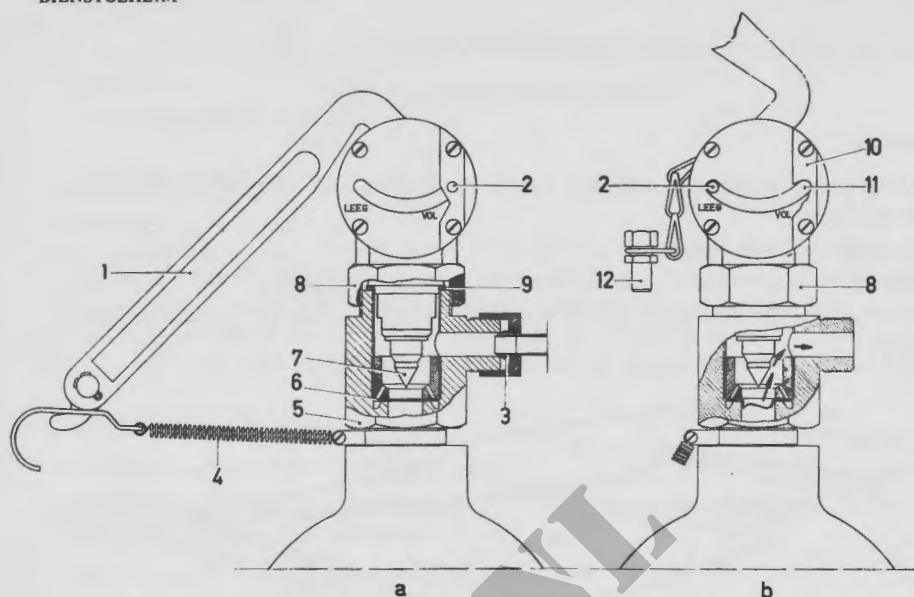

Fig. 59. Kop van de CO2-cilinders van de vaste brandblusinstallatie
- a. *De veiligheidsschroef* (fig 59 nr 11)
- 1-in steeksleutels (2)
- (1) Schroef de veiligheidsschroef in de achterzijde van de indicateurpen, haak de veiligheidsveer los en verwijder de klok van de cylinder, door de bovenste wartelmoer los te draaien (fig 59 nr 8) (1-in steeksleutel). Zorg er hierbij voor, dat de zeskante moer die er onder zit, niet meedraait (5). **PROBEER NOOIT DEZE ONDERSTE MOER LOS TE DRAAIEN.** Deze is nl direct in de cylinder geschroefd.
- (2) Verwijder de veiligheidsschroef (11) en het verzegelingsplaatje en beweeg de hefboom, om de werking van het inslagmechanisme te controleren.
- (3) Monteer het verzegelingsplaatje (zo nodig vernieuwen) en plaats de veiligheidsschroef.
- (4) Controleer het afsluitplaatje (looplamp). Wanneer het plaatje ook maar de geringste tekenen van beschadiging vertoont, of zelfs maar het kleinste deukje, moet de cylinder uit het voertuig worden genomen en gewogen (par 328). Dit is de enige manier waarop gecontroleerd kan worden of de cylinder intact is en niet door een uiterst klein gaatje in het afsluitplaatje gas ontsnapt.
- (5) Verkeert de afsluitplaat in goede staat, plaats dan de klok op de cylinder, doe dit op zodanige wijze, dat de bedieningshefboom in een stand komt te staan, waarin hij bij gebruik nergens tegenaan komt. *Vergeet niet de afstandring te plaatsen tussen klok en cylinder.*
- (1) Draai de veiligheidsschroef in de achterzijde van de indicateurpen. Verwijder de klok van de cylinder op de in par 327 b (1) aangegeven wijze.
- (2) Maak de wartelmoer van de uitstroompijp los (fig 59 nr 3) (3/4-in steeksleutel).
- (3) Maak de klembeugel los (schroevendraaier).
- (4) Verwijder de cylinder.
- (5) Weeg de cylinder. Het juiste gewicht leeg en vol, is in de hals van de fles geslagen, dit bedraagt: